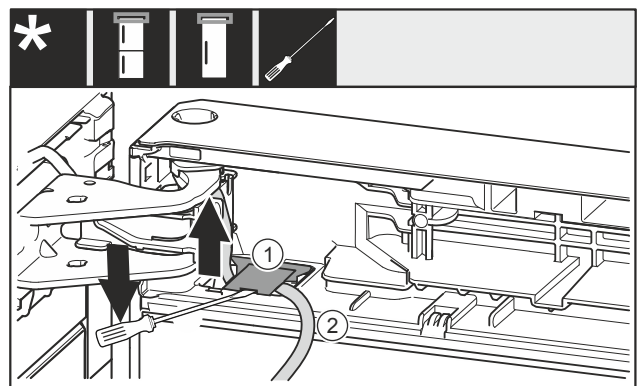

Fig. 26
- ▶ Mit Schlitzschraubendreher die Abdeckung Fig. 26 (1) anheben und herausziehen.
- ▶ Kabel Fig. 26 (2) herausziehen.